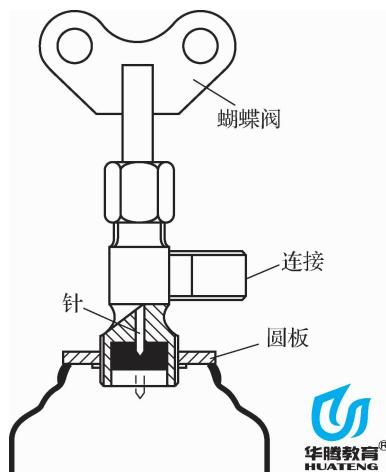

图 3-13 注入阀
(4) 若充注的制冷剂为小罐,则还需备有制冷剂注入阀,如图 3-13 所示。若为大瓶制冷剂,则必须备有制冷剂计量工具。